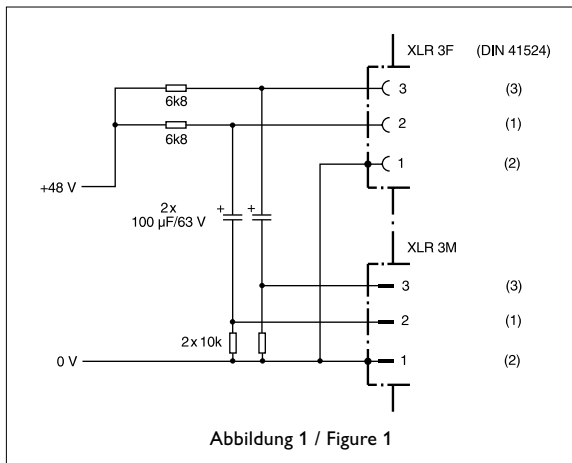

Abbildung 1 / Figure 1
b) In jede abgehende Modulationsleitung kann zur Abblockung der 48 V-Gleichspannung eine RC-Kombination eingefügt werden (siehe Abbildung 1 und Neumann-Information Nr: 84 221).
(See Figure 1 and Neumann-Information no. 84222).